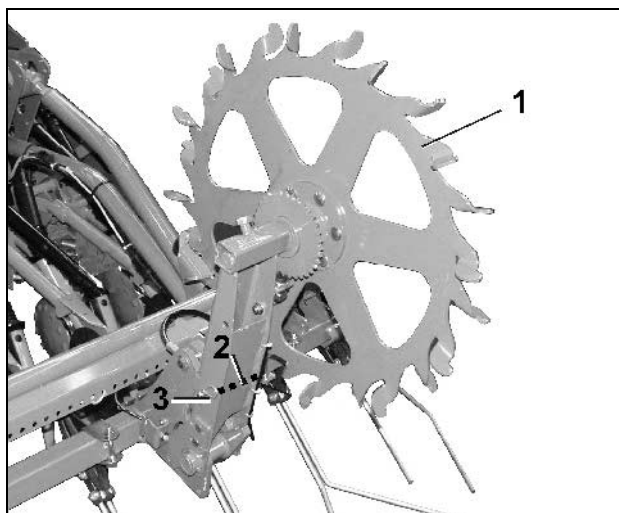

Fig. 100
- Relevez un court instant manuellement la roue d'appui (Fig. 100/1), desserrez la goupille ressort (Fig. 100/3), tirez la goupille (Fig. 100/2) et abaissez la roue d'appui.